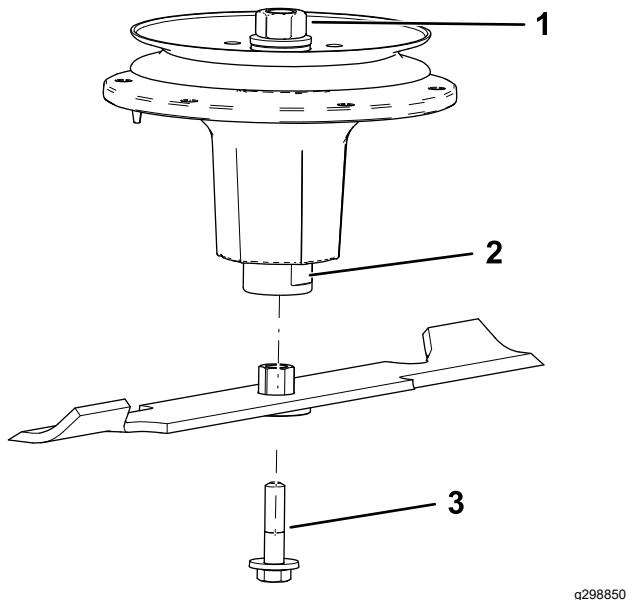

Figura 79
- Instale o conjunto do casquilho/lâmina no eixo (Figura 79).